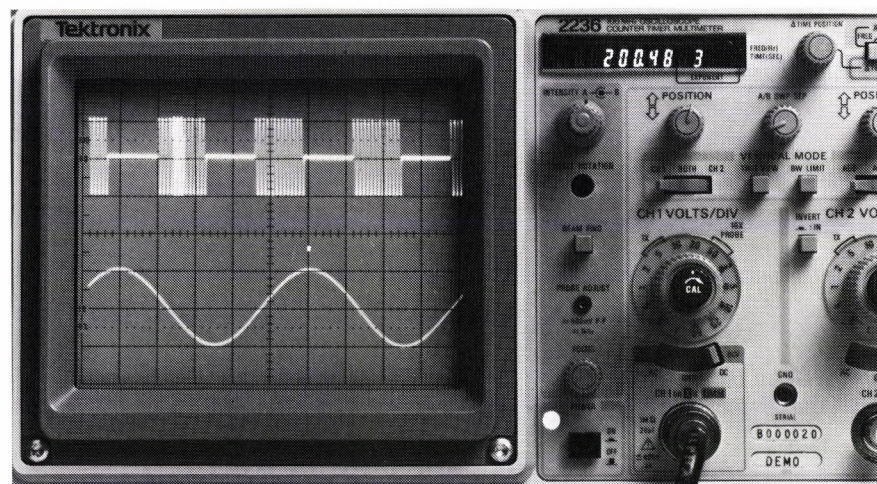

Fig. 6.
$L_4 = \text{imprimé (voir circuit imprimé fig. 6)}$
• Cas des signaux en salve : L'utilisation ordinaire d'un fréquencesmètre sur de tels signaux ne permet pas de faire une mesure sélective dans une salve particulière. Par contre, le 2236 permet de réaliser cette mesure très simplement en utilisant la surintensification de la base de temps retardée (fig. 6). Cette dernière visualise la porte de comptage du fréquencesmètre incorporé.